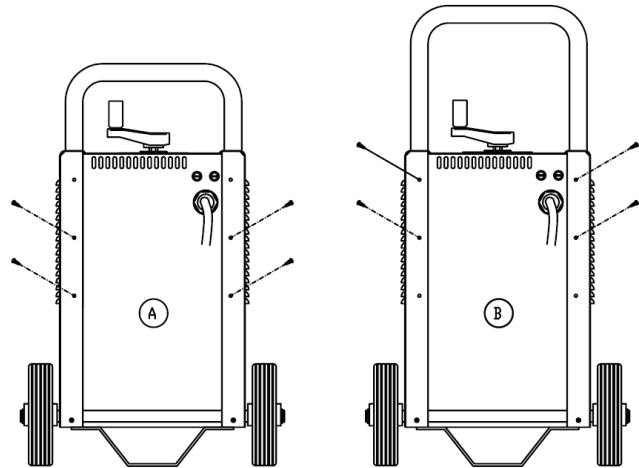

Figure 2
3. Assemblez la poignée comme sur la Figure 2. Elle peut être placée dans deux positions différentes.